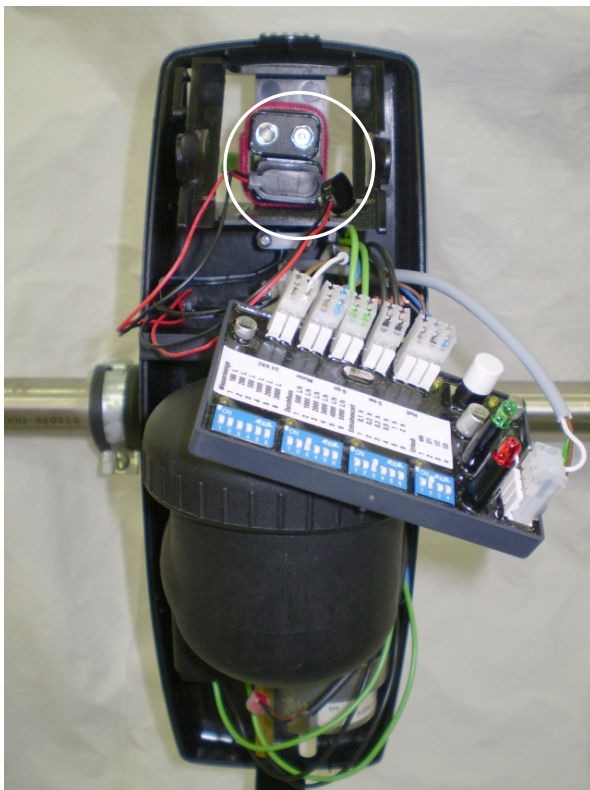

Abb. 1:
- Oberen Batterieclip entfernen (siehe Abb. 1).